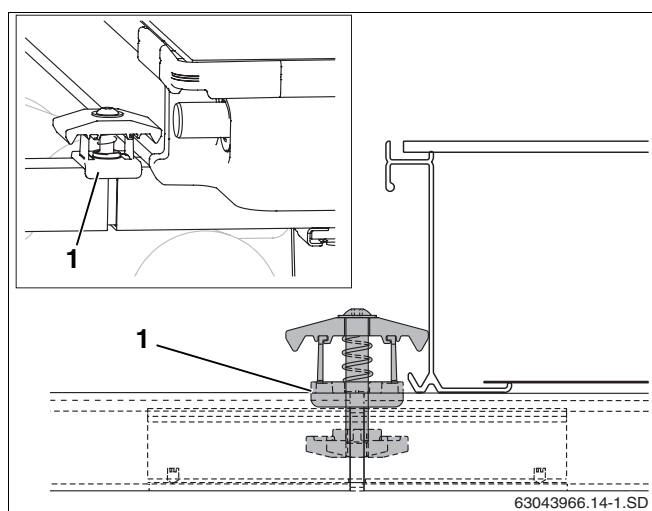

Fig. 44 Montaggio del giunto di collegamento bilaterale per collettore
- Posizionare il giunto di collegamento bilaterale, con il dado davanti, nell'apertura della guida profilata con il giunto ad innesto in maniera tale che il distanziale in plastica (fig. 44, **pos. 1**) faccia presa sulla guida profilata.